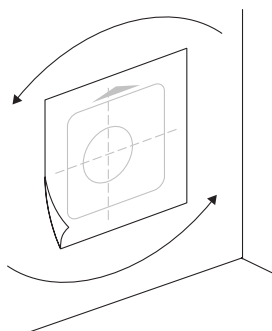

Рисунок 4.2 – Выбор типа размещения устройства
4.2.2. Сориентируйте шаблон для монтажа согласно выбранному типу размещения (рис. 4.2). Приложите шаблон для монтажа к стене и наметьте место для бурения канала воздуховода. Пробурите канал¹ воздуховода согласно требованиям, указанным на рисунке 4.2.
4.2.8. Выступающий из канала воздуховода внутрь помещения конец трубы отрежьте в один уровень со стеной (рис. 4.2, поз. 3).